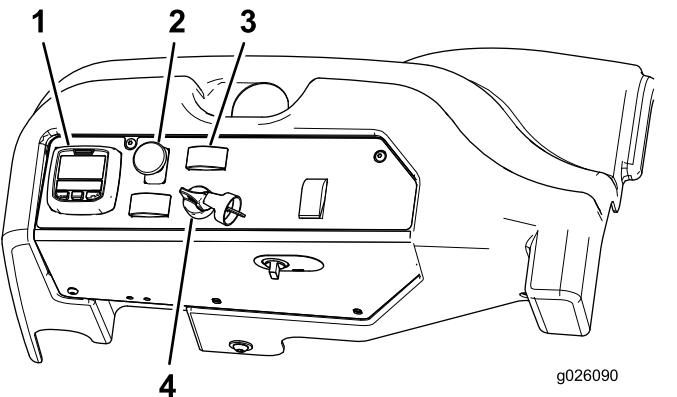

Figure 12
- Placez la commande de prise de force (PDF) en position désengagée (Figure 12).